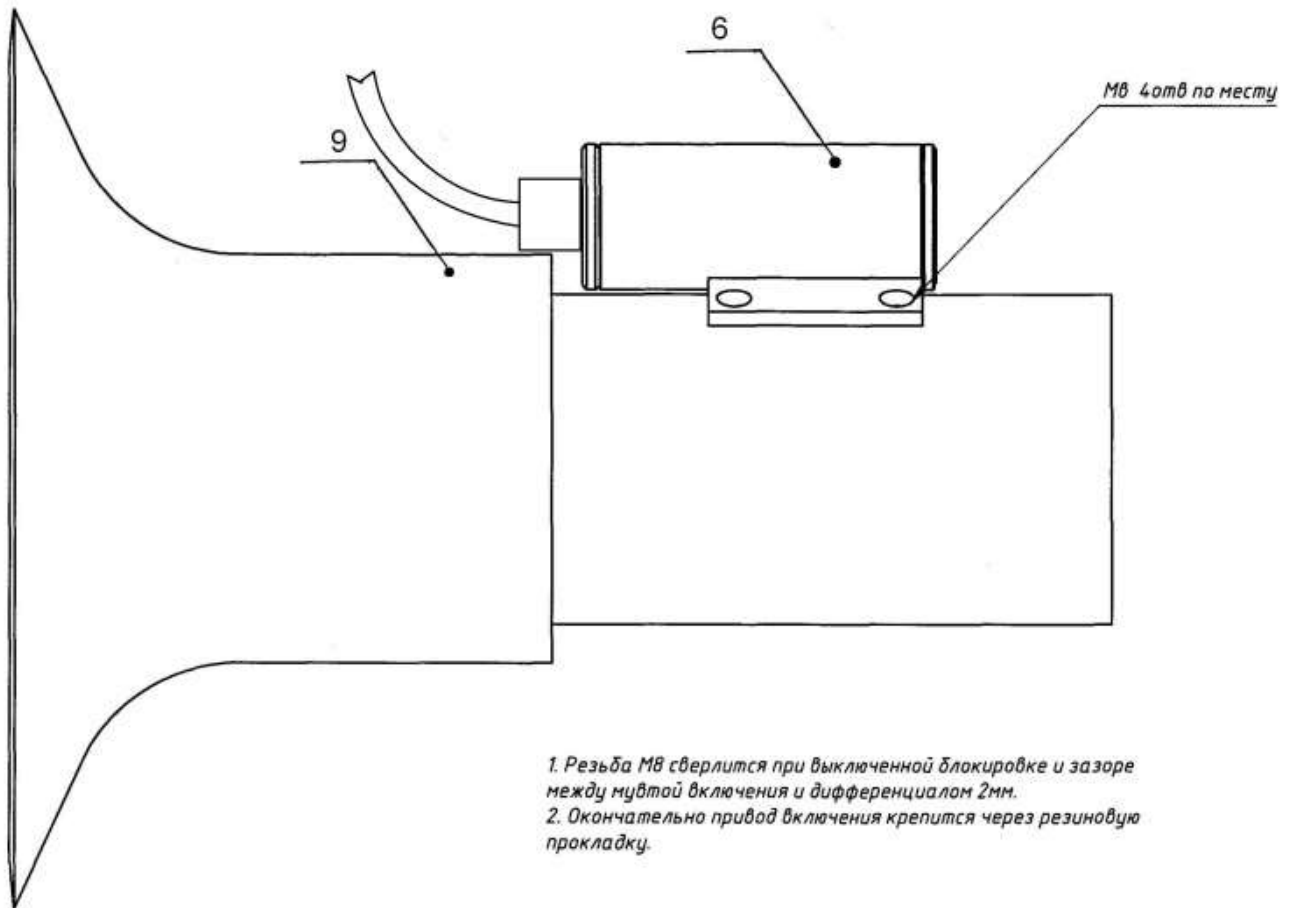

Рис. 3.
4.1. Корпус привода  $\delta$  приваривается (прикручивается) на чулок моста в соответствии с рис.3.